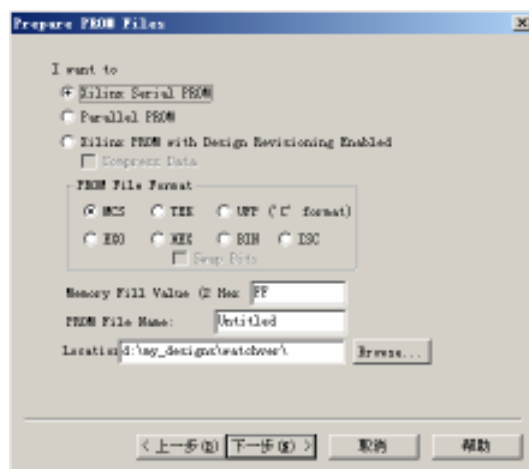

图7-13 【Prepare PROM Files】对话框
2. 在实际使用中, 硬件结构以 FPGA+PROM 为主, 因此选中【PROM file】单选项, 准备产生 PROM 文件, 然后单击 **下一步(N) >** 按钮, 出现【Prepare PROM Files】对话框, 如图 7-13 所示。